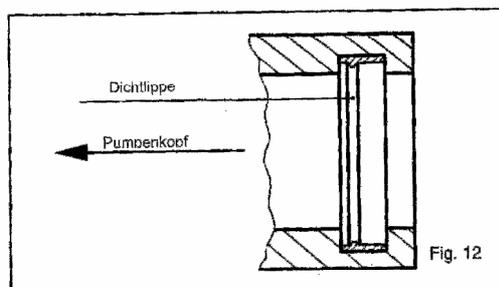

Fig. 12
- Beim wechseln der Fettabstreifer ist auf die Einbaulage der Dichtlippe zu achten (siehe Fig.12). Bei falscher Montage kann der Dichtring nicht seine Funktion erfüllen.